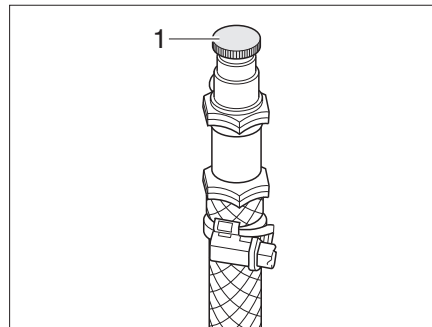

Fig. 375 Válvula de purga de la calefacción de agua caliente
- Abrir la válvula de purga (Fig. 375,1) y dejarla abierta hasta que deje de salir aire.